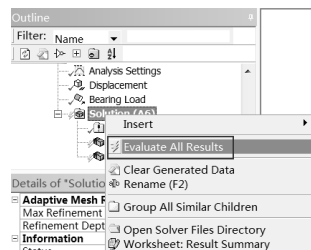

图 5-155 提取求解结果
Step3：在 Outline 栏中的 Solution (A6) 项上右击，选择 Evaluate All Results 命令显示结果，如图 5-155 所示。